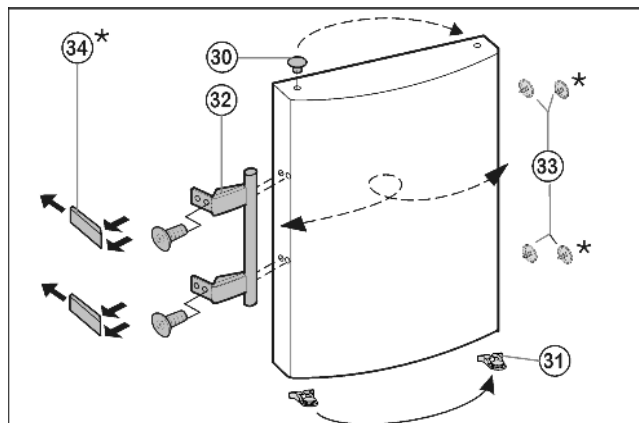

Fig. 8
- Zátky Fig. 8 (30) vyjměte z pouzdra ložisek dvířek a přemístěte je.
- Madlo dveří Fig. 8 (32), zátky Fig. 8 (33) a krycí destičky* Fig. 8 (34) odmontujte a přemontujte na protější stranu.